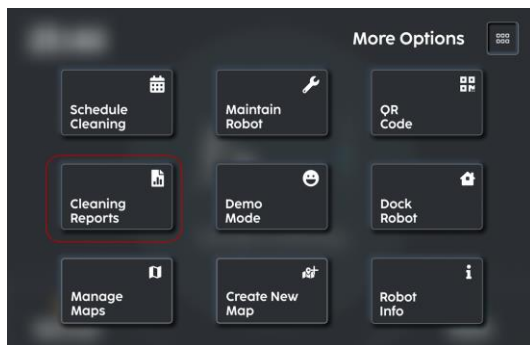

FIGURE 6-14
1. Depuis la page d'accueil, cliquez sur l'icône des options supplémentaires (Fig. 6-14).